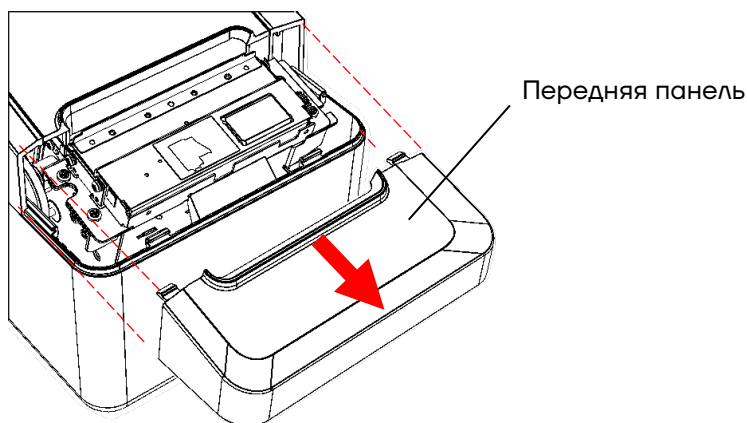

Рисунок 9. Передняя панель отделена от корпуса ККТ
16 Установить переднюю панель (см. рисунок 9).
16 Выполнить пункты 12–13, 15 раздела «Замена модуля индикации». Затем включить ККТ для проверки ее работоспособности. Если ККТ функционирует, индикаторы горят, на печать выводится сообщение об отсутствии ФН, при этом символы напечатаны четко, текст читабельный, то установить переднюю крышку (см. рисунок 9).
- 10** Выполнить пункты 12–13, 15 раздела «Замена модуля индикации». Затем включить ККТ для проверки работоспособности модуля коммуникации. Если модуль коммуникации функционирует, обмен данными по беспроводным интерфейсам осуществляется, то установить переднюю панель (см. рисунок 9).